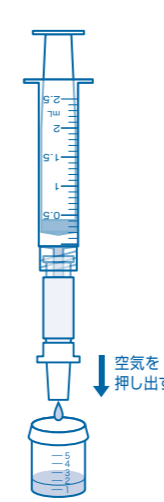

図15
⑮シリンジをコネクタに再度接続し、空気を押し出し、チップに残った反応液をできる限り除きます。(図15)